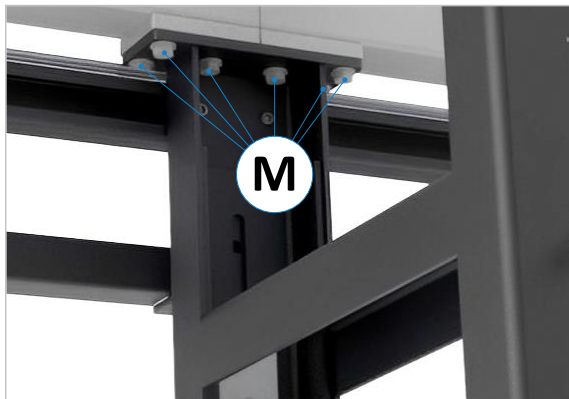

Abbildung 9: Segmente verbinden (Vorderseite)
1. Verbinden Sie die Rollenbahn-Segmente (S) an den Stoßstellen, indem Sie die sechs mitgelieferten Schrauben von der Oberseite aus durch die in der \Rightarrow Abbildung 9 dargestellten Montagebohrungen der Segmente und Verbindungsauflagen stecken und sie von unten mit den zugehörigen Unterlegscheiben und Muttern (M) verschrauben. Hierzu werden zwei SW 19 Gabelschlüssel bzw. Stecknüsse benötigt.